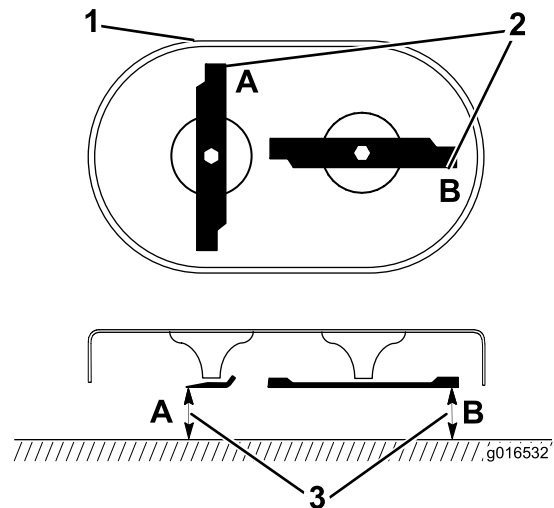

Figura 42
1. Rode as lâminas para a posição que se mostra na Figura 42.
2. Meça a partir de uma superfície nivelada até às extremidades de corte nos locais A e B, (Figura 42) e anote ambas as dimensões.
3. Rode as lâminas de forma a que as extremidades opostas se encontrem nos locais A e B (Figura 42).